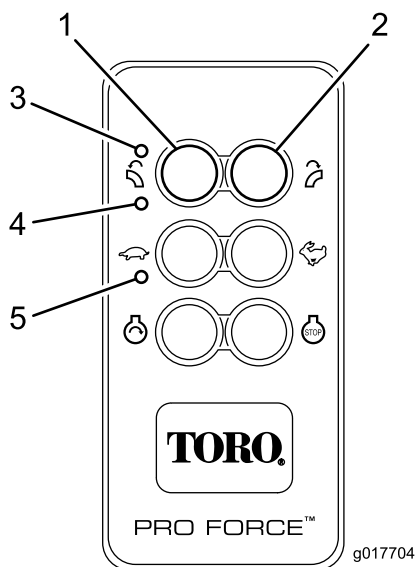

Figura 15
El control remoto se activa (se enciende) al pulsar cualquier botón. Los LEDs TX y RX parpadean, indicando que el control remoto está activado y se está comunicando con la unidad base. Para conservar las pilas, el control remoto se mantiene activo durante unos tres (3) segundos antes de apagarse automáticamente, a menos que detecte la pulsación de un botón dentro del límite de tres segundos. Cuando el equipo se apaga después del tiempo de espera, se apagan todos los LED del control remoto (Figura 15). Pulse cualquier botón para reactivar el control remoto.